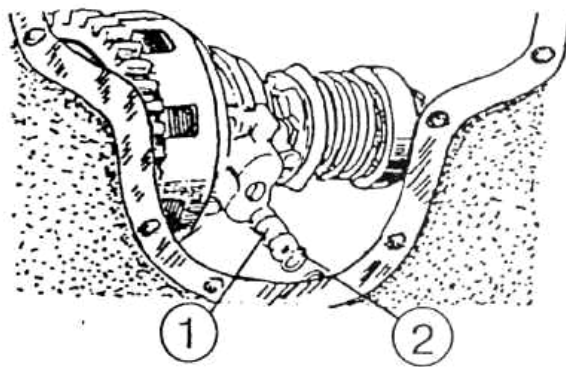

Рисунок 5.3
- 1) через правое боковое окно корпуса КП демонтируйте втулку 1 (рисунок 5.3) с уплотнительными кольцами 2;